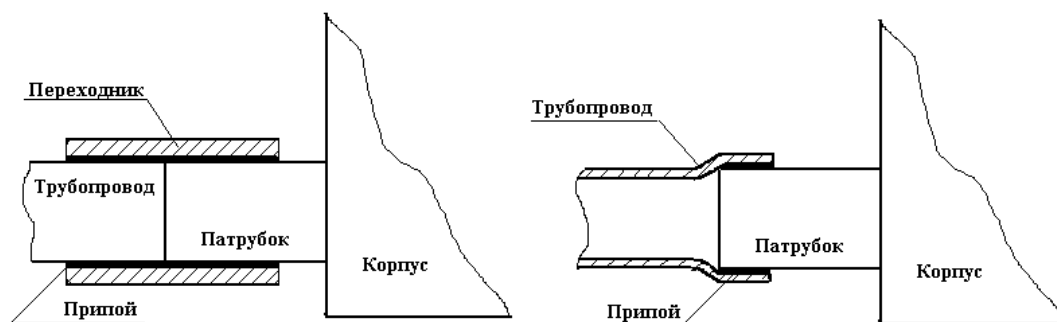

Рисунок 2.3. Способы соединения патрубка агрегата компрессорного с трубопроводом
- вставить зачищенные концы в медный переходник одним из способов, указанных на рис.2.3. При этом внутренний диаметр переходника на 0,2...0,3мм должен превышать внешние диаметры труб, что способствует затеканию припоя в процессе пайки;